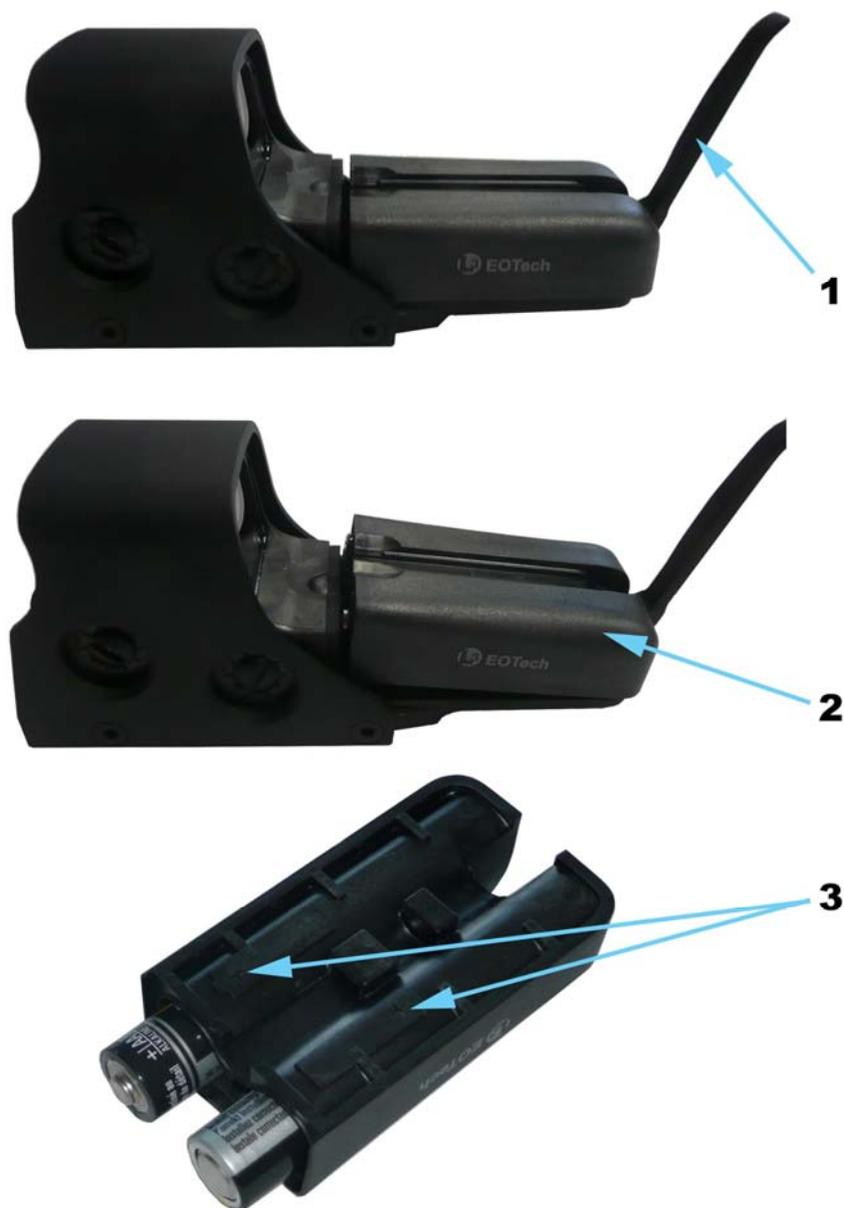

Fig. 1 : Dépose/Pose des piles du viseur clair
<p>1. DÉPOSE DES PILES VISEUR CLAIR (CF. FIG. 1)</p> <ul style="list-style-type: none"> - Lever le levier (1) situé au centre du compartiment piles. - Tirer vers l'avant le compartiment piles (2) pour le dégager. - Déposer le compartiment piles (2). - Déposer les deux piles. <p>2. POSE DES PILES VISEUR CLAIR (CF. FIG. 1)</p> <ul style="list-style-type: none"> - Mettre en place les deux piles dans le boîtier piles (2) en respectant les polarités (le sens est repéré sur la face inférieure du compartiment (3)). - Poser et appuyer le compartiment piles (2) sur le viseur clair. - Rabattre le levier (1).